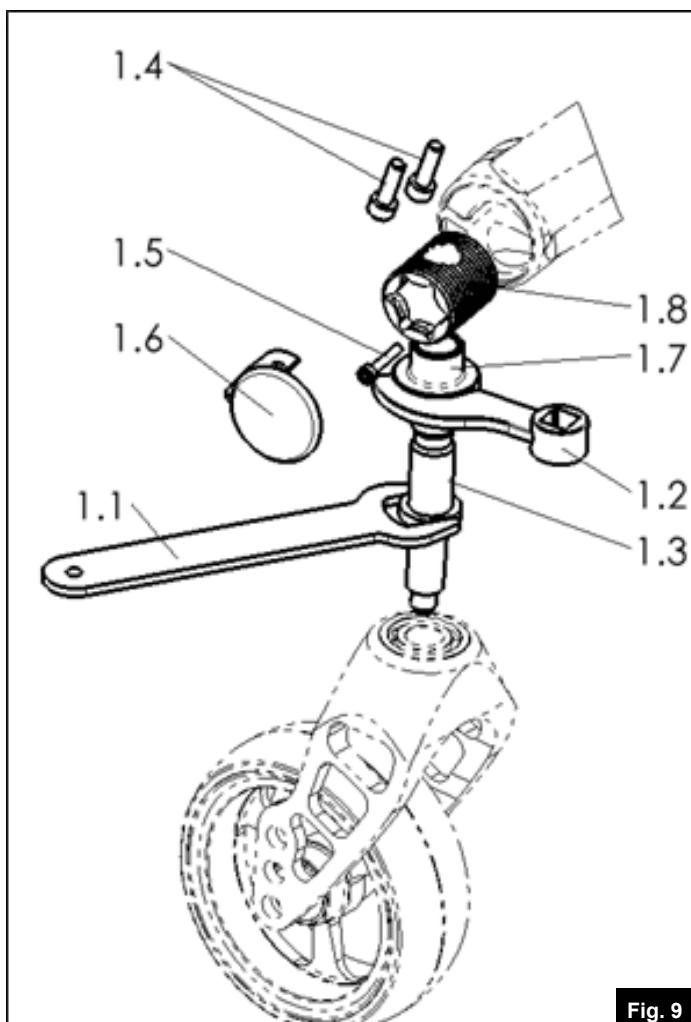

Fig. 9
- À l'aide d'une clé hexagonale, retirez les vis M6 illustrées en position 1.4 (Fig. 9).
- Retirez le cache illustré en position 1.6 (Fig. 9).
- À l'aide d'une clé hexagonale, retirez les vis de sécurité en position 1.5 (Fig. 9).
- Ouvrez le contre-écrou illustré en position 1.7 (Fig. 9) à l'aide du kit 66009203-ET.
- Déposez le boulon de fourche illustré en position 1.3 (Fig. 9) à l'aide de la clé illustrée en position 1.1.
- Montez le boulon de fourche en position 1.3 (Fig. 9).
- Insérez la vis de sécurité en position 1.5 (Fig. 9).
- Clipsez le cache illustré en position 1.6 (Fig. 9).
- Fermez le contre-écrou en position 1.7 (Fig. 9) et serrez au couple de 28 Nm.
- Insérez les vis M6 illustrées en position 1.4 (Fig. 9) et serrez au couple de 7 Nm.